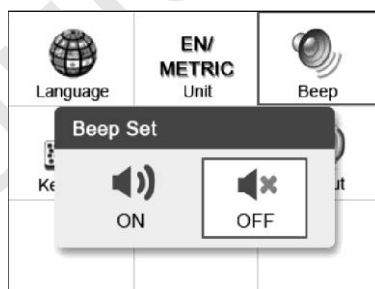

Рисунок 3-5
2) В меню **Beep Set [Настройка звукового сигнала]** с помощью **кнопки прокрутки влево/вправо** выберите значение **ON [ВКЛ]** или **OFF [ВЫКЛ]**, чтобы включить/отключить звуковой сигнал. См. рисунок 3-5.